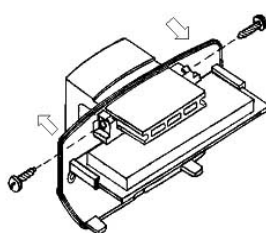

Рисунок 35
2.5.5.2.3 Установите основание с печатной платой на кронштейн на таком расстоянии от стены, чтобы карнизы не загромождали зону обнаружения. Фиксация положения основания на кронштейне осуществляется с помощью винтов (рисунок 35).